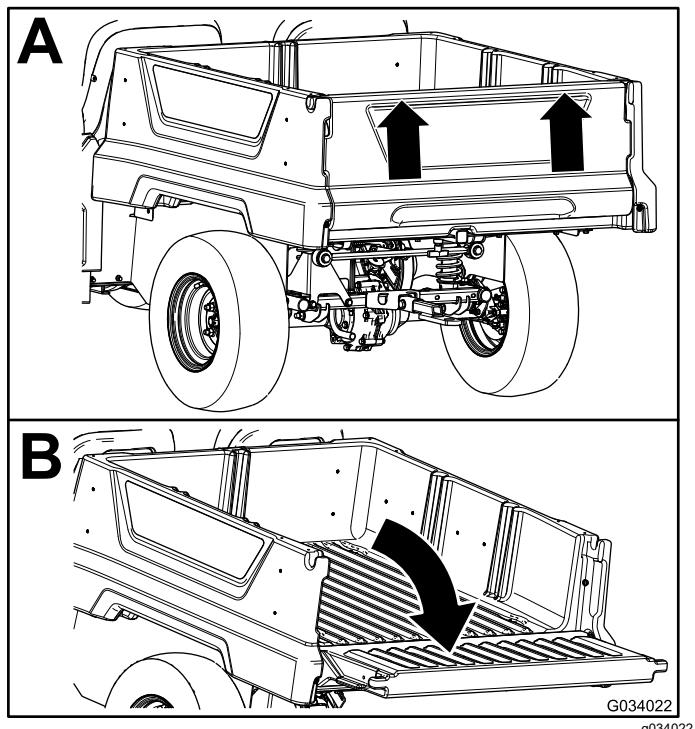

図 13
2. 両手でテールゲート上部の峰の部分をつかんでテールゲートを持ち上げる図 13)。
3. 荷台と面一になるまで、テールゲートを下げる図 13)。